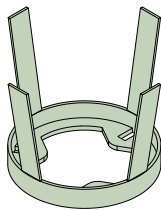

Figura 1
Não utilize o agitador extra (figura 1) em adubos granulados (3) e sementes para não causar danos nestes produtos